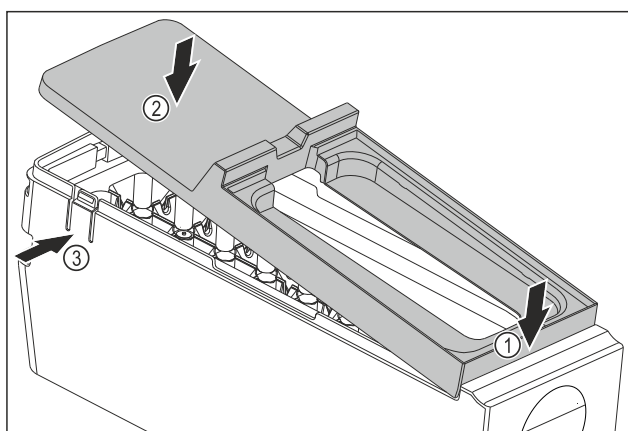

Fig. 85
- ▶ Montați apărătoarea corpului EasyTwist-Ice: Așezați în față apărătoarea Fig. 85 (1)
- ▶ Coborâți în spate apărătoarea Fig. 85 (2)
- ▷ Apărătoarea se fixează în poziție cu zgomot specific în cele două eclise Fig. 85 (3).